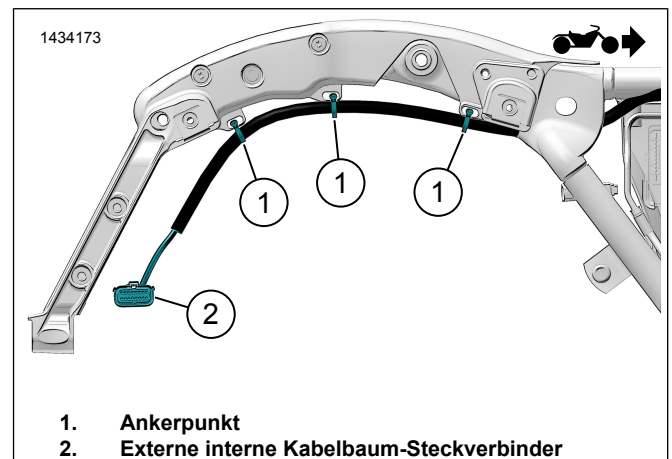
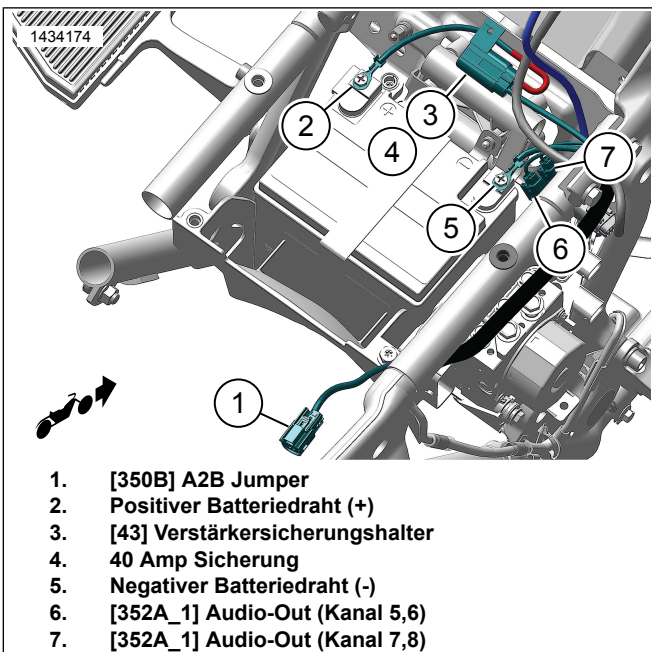

Abbildung 17. Verlegung externer Kabelbäume (typisch)
Abbildung 18. Verlegung externer Kabelbäume (typisch)
- a. Abbildung 17 Den Kabelbaum mit Kabelbindern lose an Ankerpunkten (1) befestigen. Die Kabelbinder nicht fest anziehen.
- c. Abbildung 18 Den verbleibenden Kabelbaum zum Batterieträger verlegen.
- d. Das Batterieminus kabel (2) anschließen.
- e. Das Batteriepluskabel (4) anschließen.
- f. Die Sicherung (4) in Sicherungshalter (3) einbauen.
- g. Den Sicherungshalter (3) mit einem Kabelbinder sichern.
- h. Die Steckverbinder (1) zur linken Seitenabdeckung verlegen und die Steckverbinder (5, 6) zur rechten Seitenabdeckung.
2. Abbildung 17 Den externen Satteltaschenkabelbaum über internen Satteltaschenkabelbaum (2) an Satteltasche anschließen.
3. Abbildung 18 [350B] (1) des Sekundärverstärker-Kabelbaums an [350A] Primärverstärker-Kabelbaums anschließen.
- a. **2022 FLTRKSE:** [350B] (1) des Sekundärverstärker-Kabelbaums an den 2-poligen Steckverbinder anschließen.